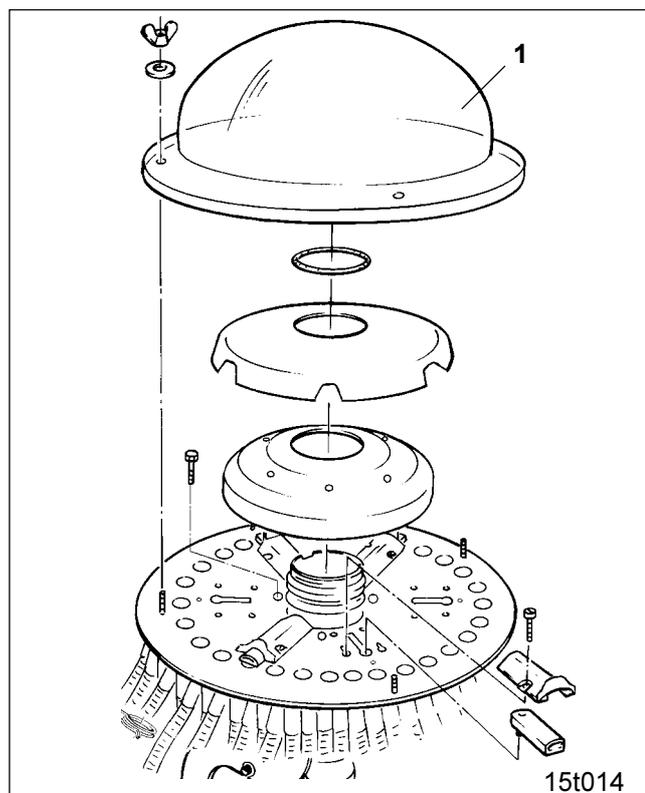

Fig. 50.8
- Verteileraußenhaube (Fig. 50.8/1) entfernen.